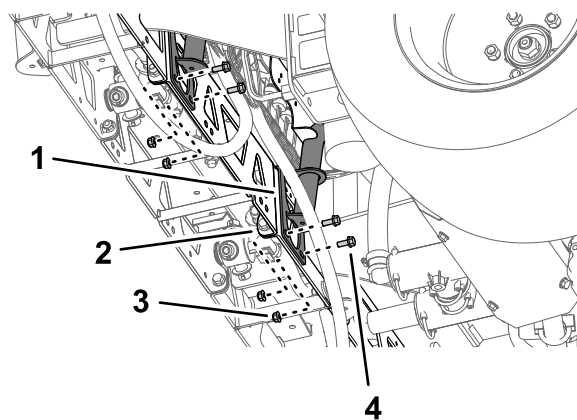
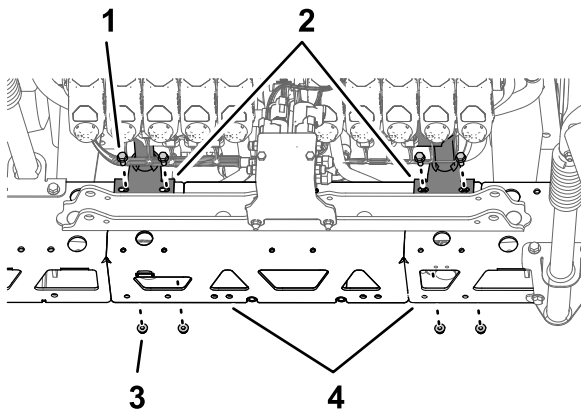

Figura 110
Figura 111
2. Allineate i fori sulla staffa di supporto del supporto della valvola con i fori sul telaio della trave della sezione dell'irroratrice centrale (Figura 110).
3. Montate il supporto della valvola sul telaio della trave (Figura 110 e Figura 111) con 4 bulloni (5/16" x 3/4") e 4 dadi di bloccaggio flangiati (5/16").